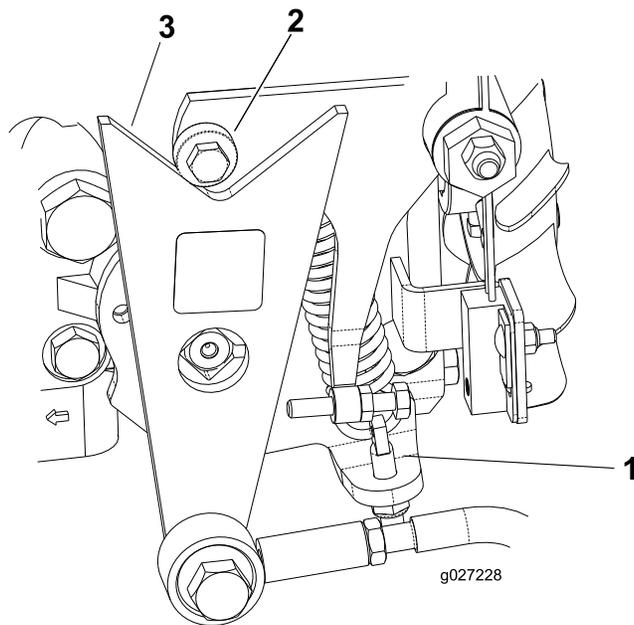

Figura 49
- Se as rodas rodarem na direção certa, desligue o motor e ajuste a mola ajustando o bloqueio do pino (Figura 49). Ajuste a posição neutra da tração; consulte Ajuste da posição neutra da transmissão de tração \(página 34\).